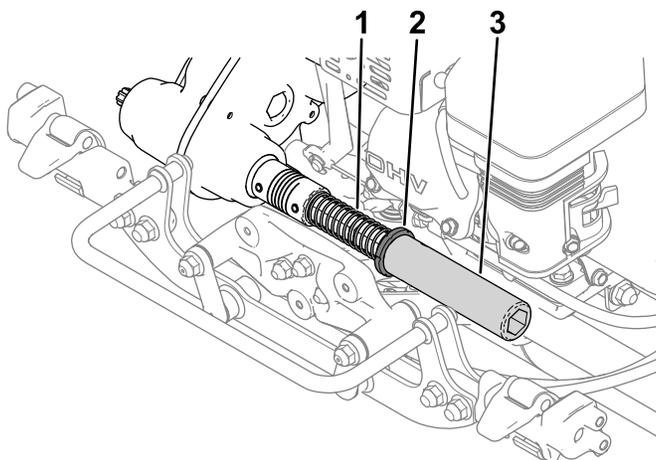

Figura 3
2. Instale a mola, anel e tubo hexagonal ao veio da união da transmissão (**Figura 3**).